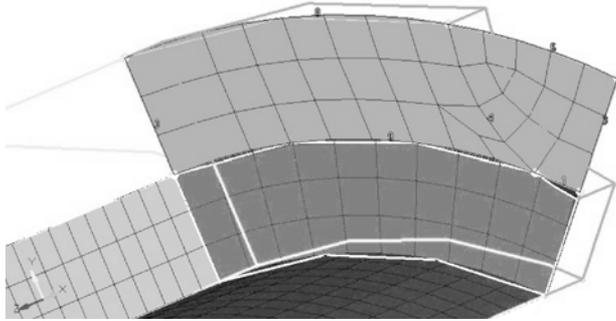

图 5-85 选择曲面
- (1) 进入 tool>mask 面板。
- (2) 将“对象”选择器转换为 solids 类型。
- (3) 单击 umask all 按钮。
- (4) 选择斜齿轮几何体，单击 mask 按钮。
- (5) 单击 return 按钮。
- (6) 单击工具栏的快捷按钮，使几何模型显示为线框模式。
- (7) 进入 2D>automesh 面板。
- (8) 系统默认进入 size and bias 子面板。
- (9) 选择如图 5-85 所示曲面，单击 mesh 按钮。
- (10) 对网格节点数进行如图 5-85 所示的调整。
- (11) 单击 return 按钮。